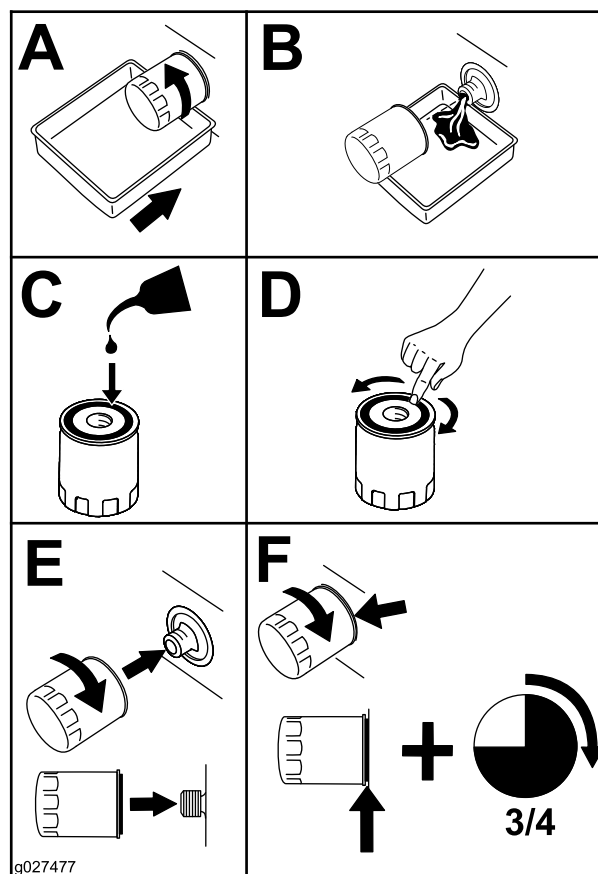

Figure 55
2. Remplacez le filtre à huile moteur (Figure 55).